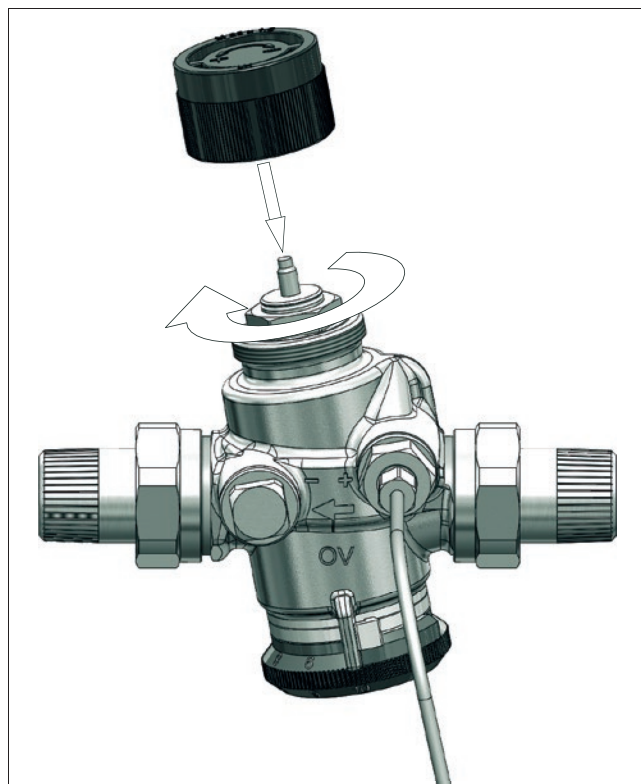

Abb. 5: Absperrern
1. Sperren Sie den Regler z.B. mit der Bauschutzkappe ab (siehe Abb. 5).
Schrauben Sie die mitgelieferte Bauschutzkappe auf den M30 x 1,5-Gewindeanschluss auf (siehe Abb. 5).